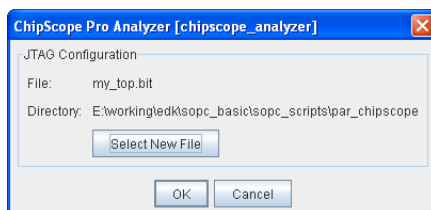

图 2.103 在 ChipScope Analyzer 中指定下载文件
(3) 在弹出的配置窗口中单击【Select New File】按钮，指定需要下载的文件，单击【OK】按钮开始下载，如图 2.103 所示。正确下载后，会提示完成操作。